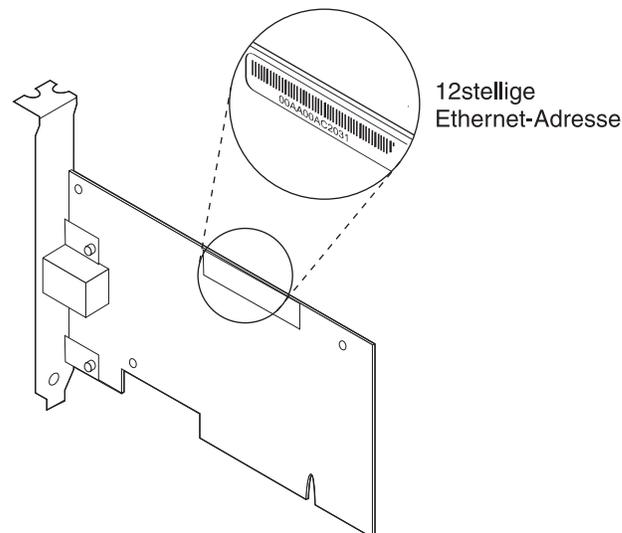

Abbildung 1-2. Etikett mit der Ethernet-Adresse
**Anmerkung:** Die Ethernet-Adresse ist auf dem Etikett an der Kante des Adapters angegeben. Die Position des Etiketts können Sie der Abb. 1-2 entnehmen.